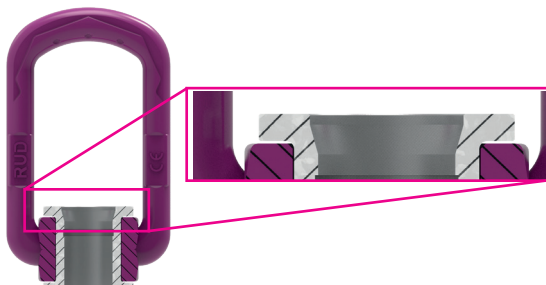

Fig. 9: VLBG-PLUS snittegning. Den øvre bøssingen har en skrå innføringsflate
1. Stikk skruen inn i den bøssingen som har skrå innføringsåpning (se fig. 9).